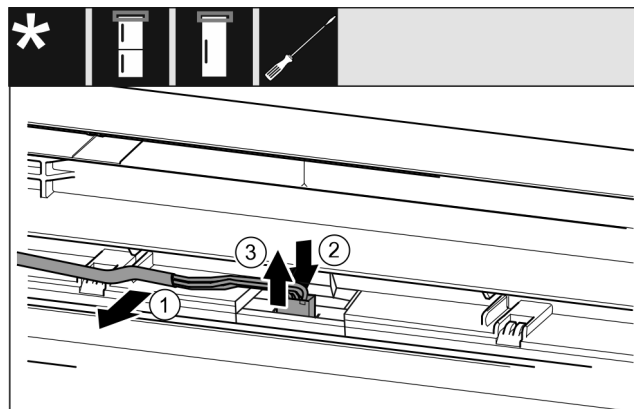

Fig. 22 Réfrigérateurs-congérateurs / congérateurs / réfrigérateurs*
- Désolidariser avec précaution le câble Fig. 22 (1) du guide dans la porte.*
- Pousser la languette Fig. 22 (2) derrière le connecteur vers l'arrière.*
- Retirer avec précaution le connecteur Fig. 22 (3) par le haut.*